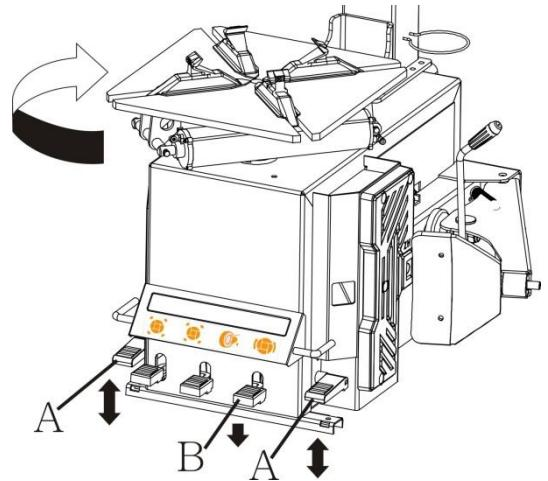

Fig. 12
- Test of deze goed is aangesloten door de pedaal voor de bediening van het draaiplateau (A, fig.12) in te drukken, de tafel moet nu met de klok mee ronddraaien. Dit is een zeer belangrijke test.
- Test nu de hielbreker door de bedieningspedaal (B, fig.12) in te drukken. Doe dit 3-5 keer en laat iemand anders aan de achterzijde van de machine kijken of er een druppel olie in het reservoir (F, fig.11) wordt geïnjecteerd. Wanneer dit niet het geval is, kunt u dit reguleren met de stelschroef (E,fig.11).